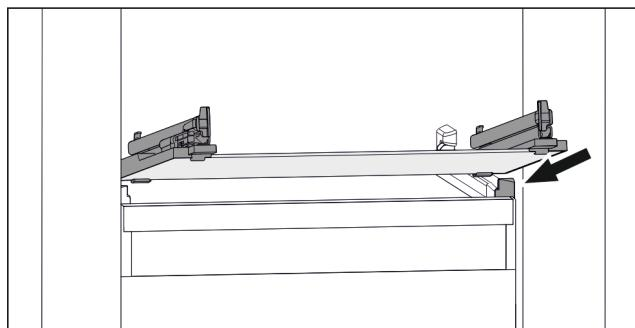

Fig. 73 Приближене відображення скляної пластини
- ▶ Встановити скляну пластину за стопорами навскоси. (див. Fig. 73)